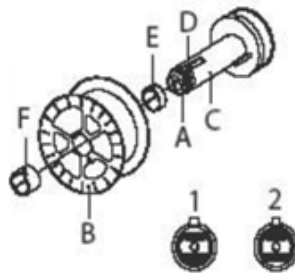

рис.6
Откройте боковую панель сварочного аппарата. Раскрутите стопорное кольцо (A) держателя катушки (положение 1). Снимите втулку (E, если она имеется). В случае если Вы заменяете катушку с проволокой, освободите ее, нажав на язычок (D) рис.6.
Снимите пластиковую защиту с катушки и установите катушку с проволокой на держатель. Закрепите втулки (E/F - только для 5кг катушек; маленькая втулка E должна быть установлена между катушкой и держателем катушки.) Завинтите стопорное кольцо (A), поместив его в положение 2, рис.6.